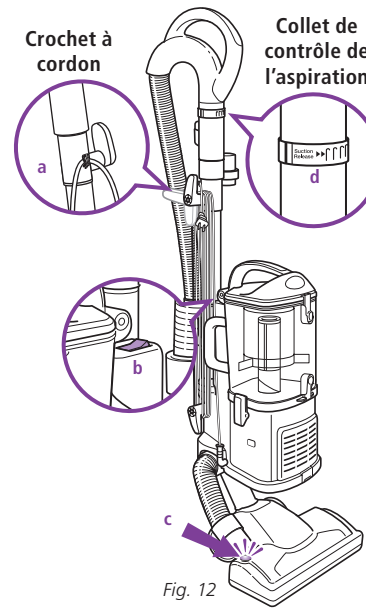

Fig. 12
- 2 Fixez le cordon à son crochet (a). (Fig. 12)
- 5 À cause de l'énorme force de succion de cet aspirateur, il peut être nécessaire de temps à autre d'ajuster le contrôle de l'aspiration (d) sur la poignée. (Fig. 12) Si l'aspirateur semble difficile à pousser ou à tirer ou s'il soulève les carpettes, ajustez le contrôle de l'aspiration en faisant tourner le collet de 90° dans le sens opposé à celui des aiguilles d'une montre, pour ouvrir la soupape. Faites tourner le collet dans le sens des aiguilles d'une montre pour fermer la soupape si vous avez besoin d'une succion plus forte, ou pour balayer les planchers.